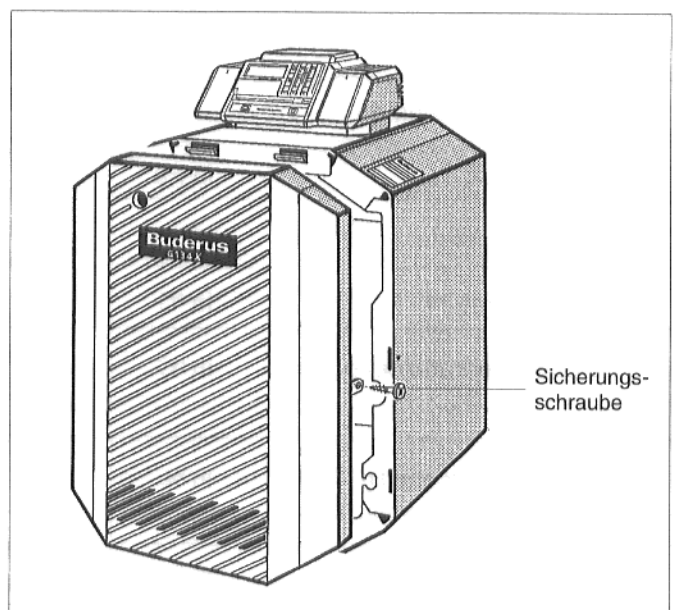

Abb. 34: Kesselvorderwand montieren
- Verschlußschraube des Meßnippels am Gasverteilerrohr zwei Umdrehungen lösen (Abb. 34).
- Sicherungsschrauben links und rechts in die Seitenwände eindrehen (Abb. 34).